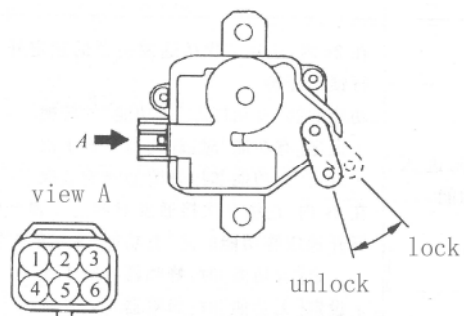

Fig. 20—124
7. Tailgate latch administer, see Fig. 20—124、Table 20—77。
8. Tailgate on-off see Fig. 20—125、Table 20—78。